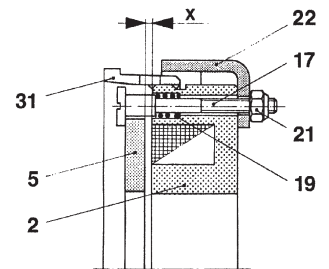

Bild 3
Das Einstellmaß (Luftspalt zwischen Ankerscheibe (6) und Spulenträger (2)) entnehmen Sie Tabelle 2 und Bild 3.